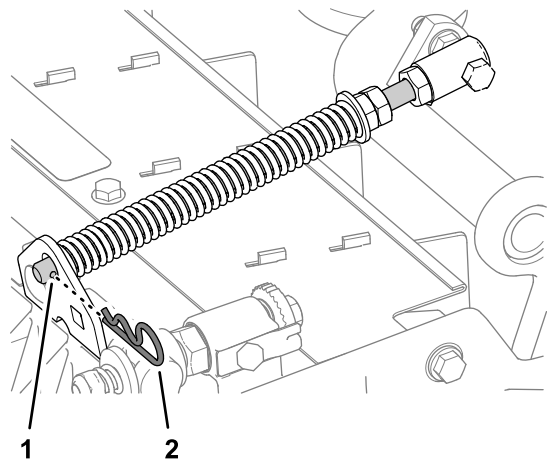

図 15
2. ヘアピンがスプリングロッドの後の穴に差し込まれていることを必ず確認してください 図 15。